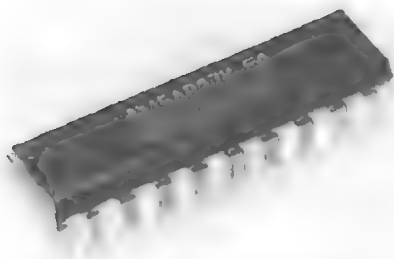
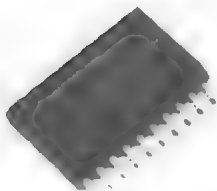

图 2.46 直插封装 74HC573
图 2.47 贴片封装 74HC573
(2) 发光二极管，2.3.1 节已经介绍。
(3) 74HC573 锁存器，这是众多数字芯片中的一种，当第一次接触到新的芯片时，首先要做的是找到它的数据手册，然后认真阅读找到想要的信息，比如它有哪些封装类型、引脚功能介绍、器件的用法介绍等。图 2.46 和图 2.47 所示的是最常见的两种封装。